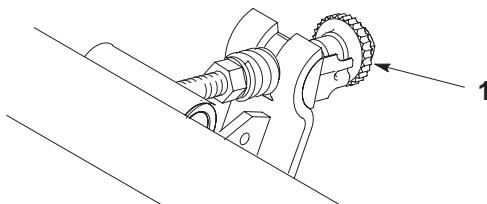

図3
1. 19 mm (3/4) レンチを使って、ベッドナイフ調整ノブ（図3）を左に回し、リールとベッドナイフの接触を完全になくす。ノブを1ノッチ分ゆるめるとベッドナイフが0.013 mm下に移動する（図3）。